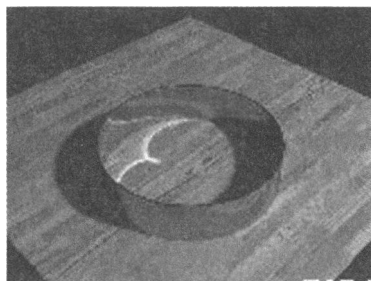

Рис. 22.1. Кардиоида, появляющаяся внутри полого, открытого сверху цилиндра в результате отражения света от его внутренней поверхности
- сложная освещенная фигура (кардиоида), появляющаяся внутри полого, открытого сверху цилиндра (например, чашки) в результате отражения света от его внутренней поверхности (рис. 22.1);